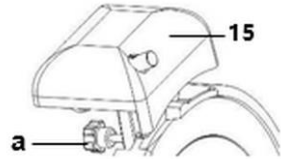

Рис. 9
2. Ослабити кріпильний гвинт (а) точилки (15) на задній панелі пристрою (рис. 9).
1. Зняти точилку з пристрою (рис. 9).
1. Зняти зібрану точилку з пристрою (рис. 9).